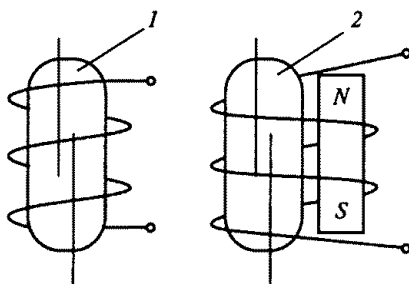

Рис. 272
12.16. Электромагнитные реле на герметичных контактах (герконах) обладают большим сроком службы и высоким быстродействием. Они хорошо сопрягаются с микросхемами. Какой из двух контактов реле, показанных на рис. 272, работает на замыкание, и какой на размыкание?